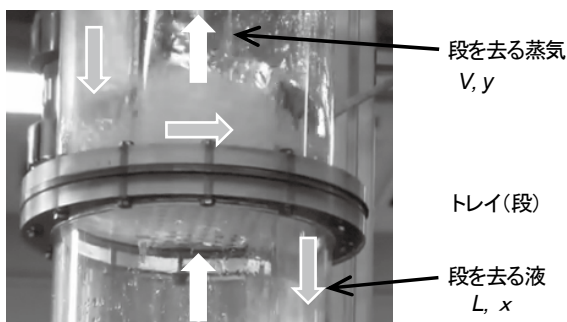

図1 トレイ(段)上の気液接触
④回収部の $[x_6, y_7], [x_7, y_8]$ の関係：例えば図1の塔底まわり②境界の物質収支は次式である。